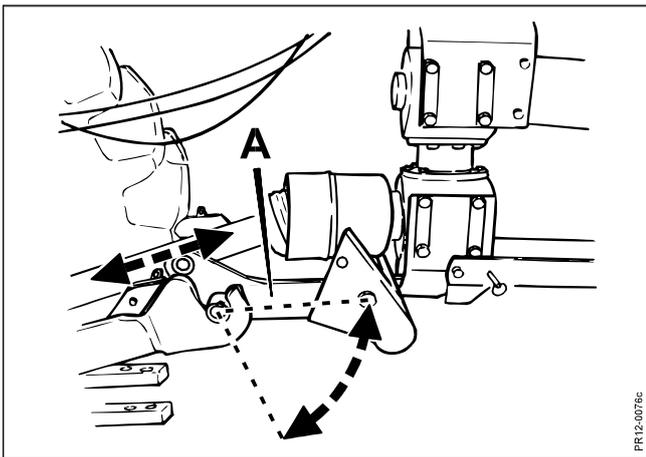

Fig. 2-5
- Fig. 2-5 - Cela s'applique aux conditions dans lesquelles les rallonges de bras **A** du système Top Safe seront libérées, par exemple en cas de choc avec une pierre ou un autre corps étranger.